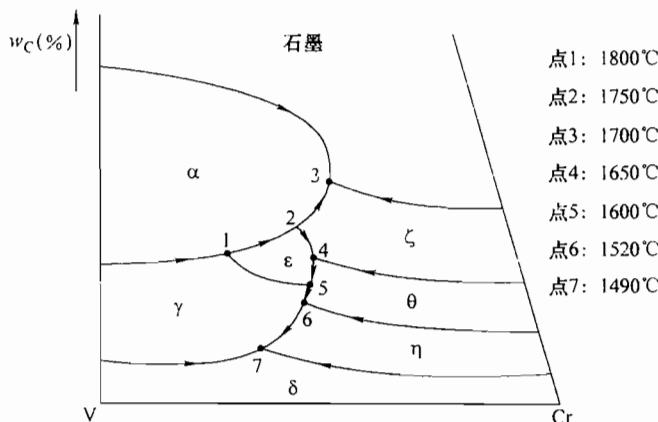

图 21-3 第六题第 2 小题图
2. 图 21-3 为 V-Cr-C 三元系液相图投影图(示意图)的一部分，请列出所有四相平衡反应的反应式，并说明属于什么反应。